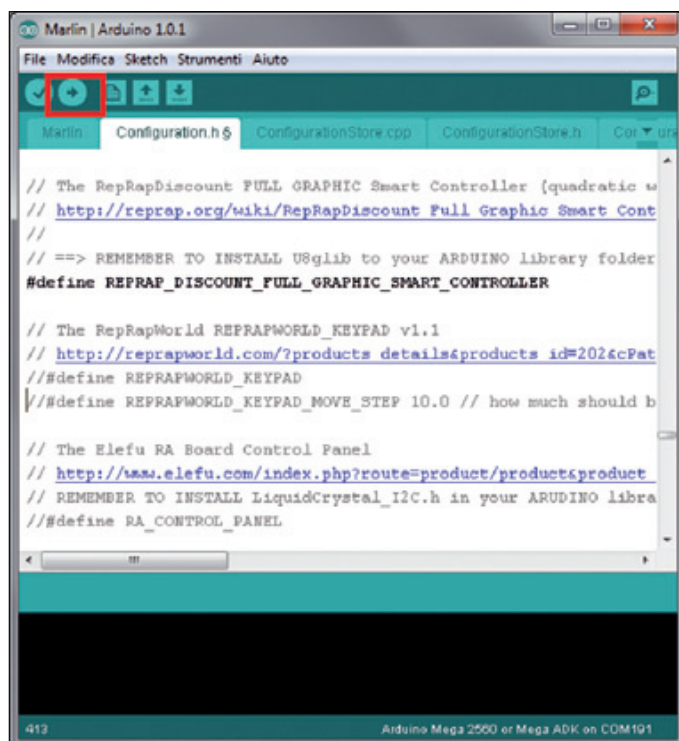

Fig. 9
8. caricare il firmware premendo il tasto *Carica* sull'IDE e attendere l'indicazione di caricamento terminato nella barra di stato dell'Ambiente di sviluppo (Fig. 9).